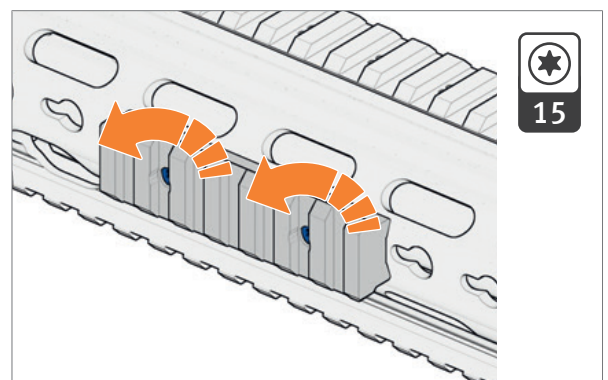

Abb. 38: Schrauben für Picatinny-Schiene lösen
3. Schrauben für Picatinny-Schiene mit Drehmomentschlüssel gegen den Uhrzeigersinn lösen (Abb. 38).